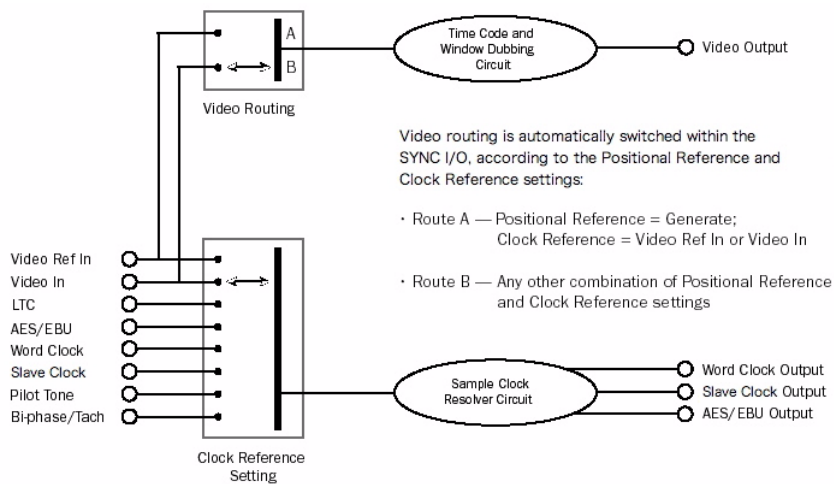

図 3. ビデオ入力フロー図
クロック・リファレンス用に使用するためにビデオ入力を選択するのとは異なり、VITC とキャラクター・ジェネレーター機能用の入力の選択は簡単なルールに従います。このルールは、以下のセクションと 159 ページの図 3 で説明しています。
**ビデオ・リファレンス** クロック・リファレンスが2つのビデオ入力の中の1つであり、かつポジショナル・リファレンスが [Generate] に設定されている場合は、VITC とキャラクター・ジェネレーター機能は [Video Ref] コネクターで受信したビデオ信号へ適用されます。これによって、VITC (および/または LTC、および/または CG ダブ・ウィンドウ) 用に内部で生成したタイム・アドレスと共にリファレンス・ブラックバーストまたはカラー・バーでビデオテープをストライプするときに、ビデオ・ケーブルを接続し直す必要がありません。159 ページの図 3 では、このケースは「Route A」と同一です。
**Video In** クロック・リファレンスとポジショナル・リファレンスの他の組み合わせでは、VITC とキャラクター・ジェネレーター機能は [Video In] コネクターで受信したビデオ信号へ適用されます。こうして、SYNC 同期機器はビデオテープから VITC を読み込むことができ、2 番目の VCR へダビングするときはキャラクター生成 (ウィンドウ・バーン) を伴う (または伴わない) VITC を加えます。159 ページの図 3 では、このケースは「Route B」と同一です。